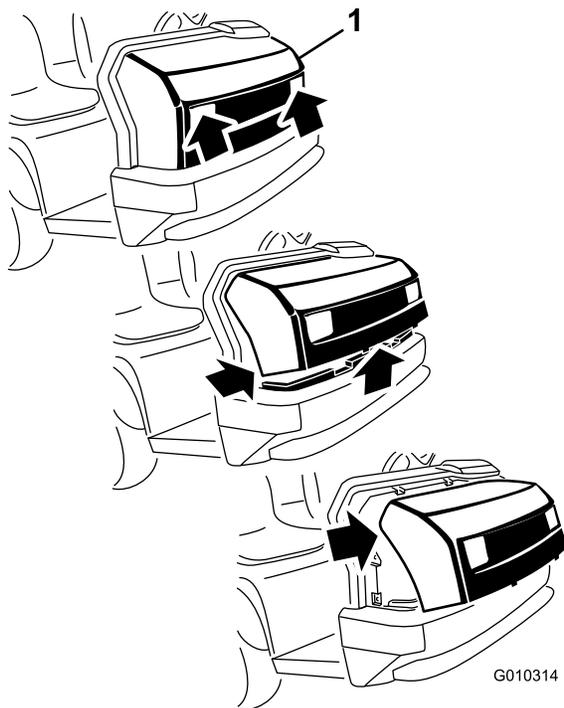

Figure 10
1. Saisissez le capot par les ouvertures des phares et soulevez-le pour dégager les pattes de fixation inférieures des fentes du châssis (Figure 10).
2. Pivotez le bas du capot vers le haut jusqu'à ce que vous puissiez dégager les pattes de fixation supérieures des fentes du châssis (Figure 10).
3. Pivotez le haut du capot en avant et débranchez les connecteurs des fils des phares (Figure 10).